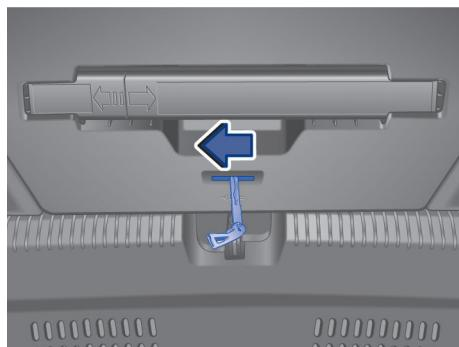

图 52 行李厢应急解锁
- 用长型工具插入槽口沿箭头方向拨动行李厢盖→图 52 应急解锁装置，同时将行李厢盖向外推，直到其打开。